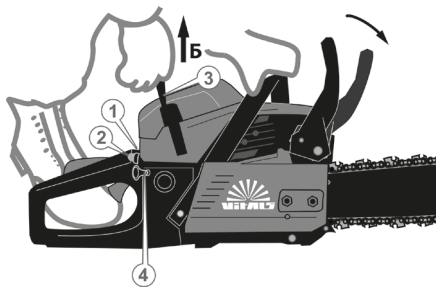

Рисунок 9. Схема запуску та зупинки двигуна.
4. Встановити вимикач запалювання (1, рис. 9) у положення «Увімк» (I).
7. Закачати паливо в карбюратор ручним паливний насосом-праймером. Для цього натиснути 4–10 разів на ковпачок насоса (2, рис. 9), доки в ньому не з'явиться паливо (рис. 9).
8. Потягнути до упору важіль повітряної засувки (4, рис. 9) у напрямку стрілки (А, рис. 9), щоб закрити її.
- спочатку обережно потягнути на себе руків'я стартера (3, рис. 9) у напрямку стрілки (Б, рис. 9), до упору;
10. Знову потягнути на себе руків'я стартера (3, рис. 9) для запуску двигуна. Після того, як двигун буде запущений, повільно повернути руків'я стартера у початкове положення.
3. Встановити вимикач запалювання (1, рис. 9) в положення «Вимк» (0).
Якщо гальмо ланцюга розблоковане, то його важіль (2, рис. 10) знаходиться у зведеному стані (А, рис. 9) – ближче до руків'я (1, рис. 10), ланцюг рухається по команді від пускової клавіші